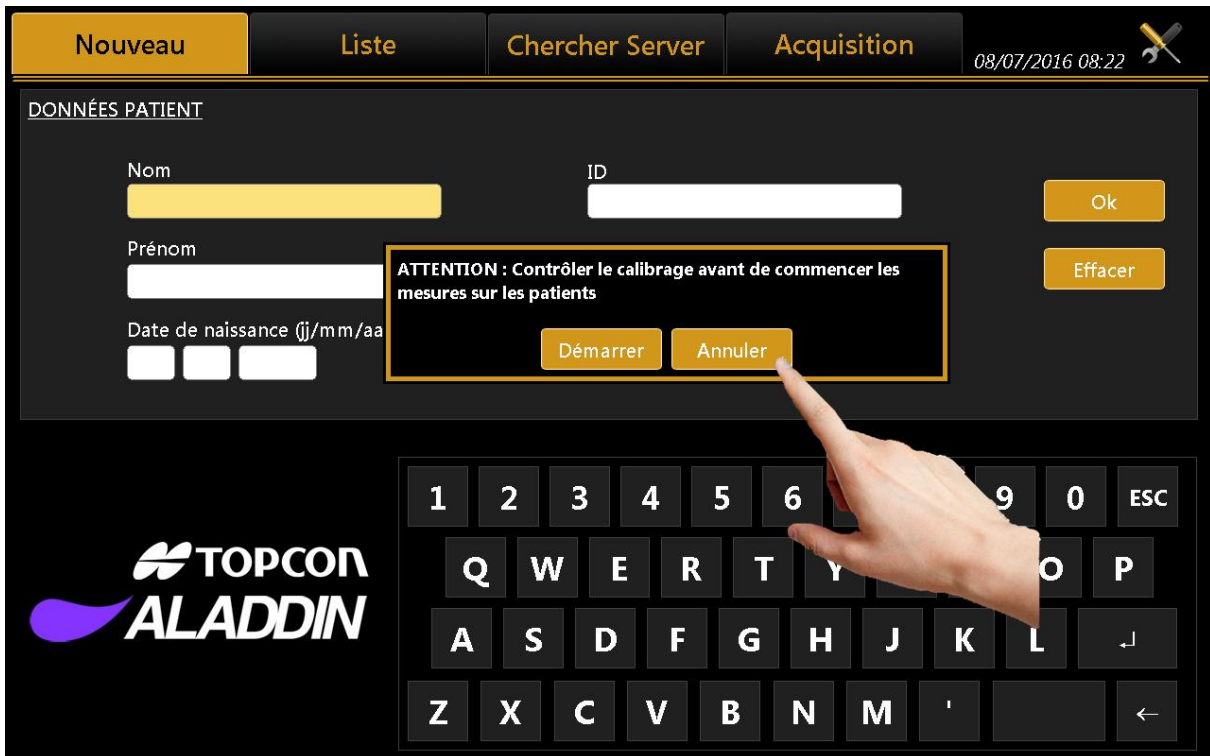

Figure 95
3. Appuyez sur Annuler pour demander vérification de l'étalonnage (Figure 95).